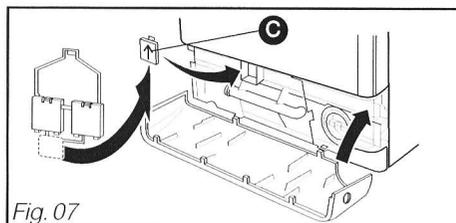

Fig. 07
– Bouchez le trou laissé par la bride à l'aide du cache fourni **C** (Fig. 07).
– Reclippez la plinthe (Fig. 07).